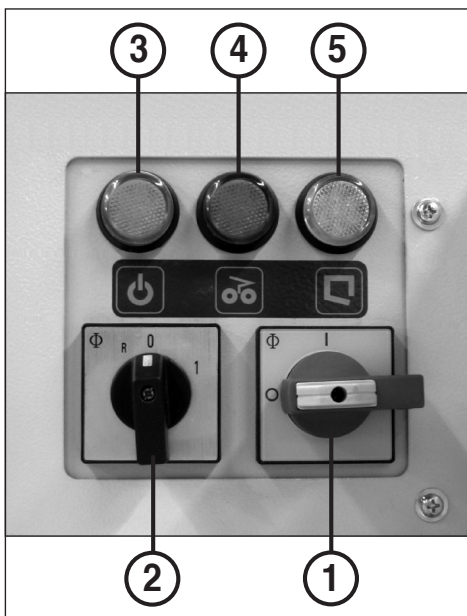

Abb. 7
1. Hauptschalter (1) einschalten (Stellung „1“).
2. Drehschalter (2) in Stellung „1“ stellen (Abb. 7).
BEDIENUNGSELEMENTE (Abb. 7):